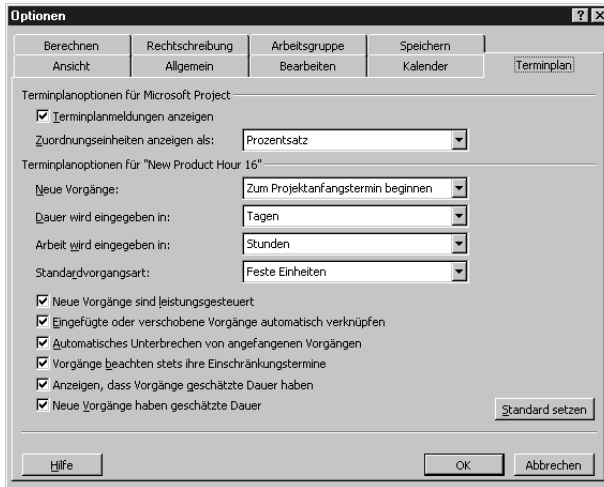

Abbildung 12.4:
3. Wählen Sie im STANDARDVORGANGSART-Feld die Vorgangsart, die Sie als Standardvorgangsart haben möchten (siehe Abbildung 12.4). Die Änderung wird nur das aktuelle Dokument betreffen, es sei denn, Sie klicken den STANDARDEINSTELLUNG-Button an.
Die Standard-Einstellung für alle neuen Vorgänge ist also leistungsgesteuert. Wenn Sie nun aber davon ausgehen können, dass die meisten Ihrer Vorgänge nicht leistungsgesteuert sind, können Sie diese Standard-Einstellung im OPTIONEN-Dialogfenster ändern (siehe Abbildung 12.4). Wählen Sie hierfür EXTRAS, OPTIONEN und wählen Sie im OPTIONEN-Dialogfenster TERMINPLAN. Deaktivieren Sie die Einstellung NEUE VORGÄNGE SIND LEISTUNGSGESTEUERT. Denken Sie daran, dass Sie diesen Button jedes Mal aktivieren bzw. deaktivieren müssen, wenn die Änderung für sämtliche neue Projektdokumente effektiv sein soll.